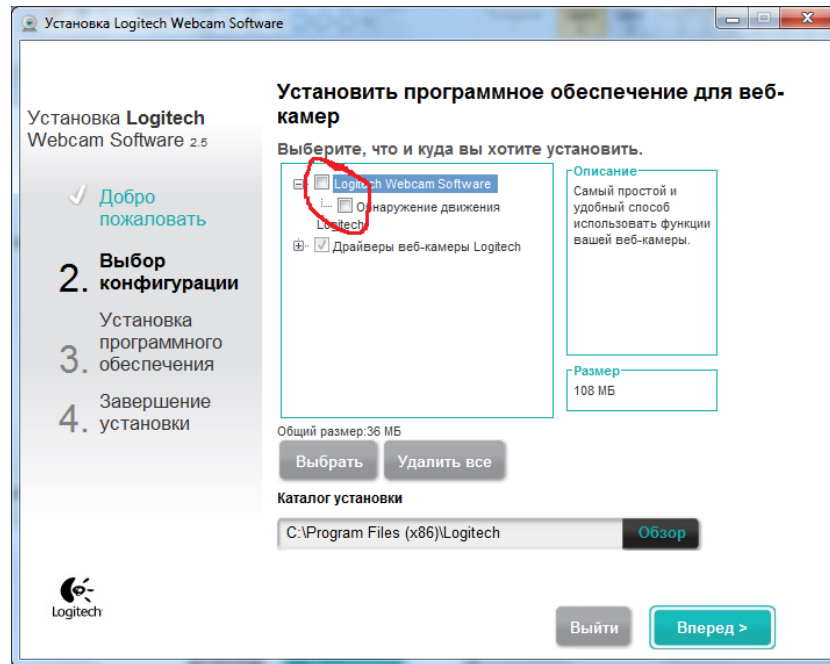

Рис.17
4. При появлении следующего окна необходимо убрать отметки с пунктов «Logitech Webcam Software» и «Обнаружение движения» (Рис.17). Нажать кнопку «Вперед».